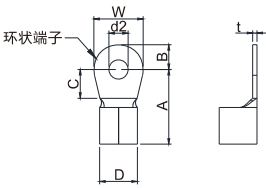
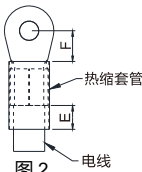

图 1
图 2
- 主回路端子接线使用环状端子，规格请见图 1 与图 2，其他接线方式则须符合当地国家相关规定。
- 在把电线压接至符合 UL 认证的环状端子后，才能在电线套上也是符合 UL 和 CSA 认证的绝缘热缩套管（可耐至少 600 V_{AC}，YDPU2），绝缘热缩套管的规格请见图 2。